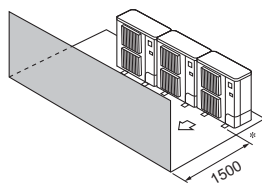

Fig. 3-13
- ③ Obstáculos sólo en la parte delantera (Fig. 3-13)